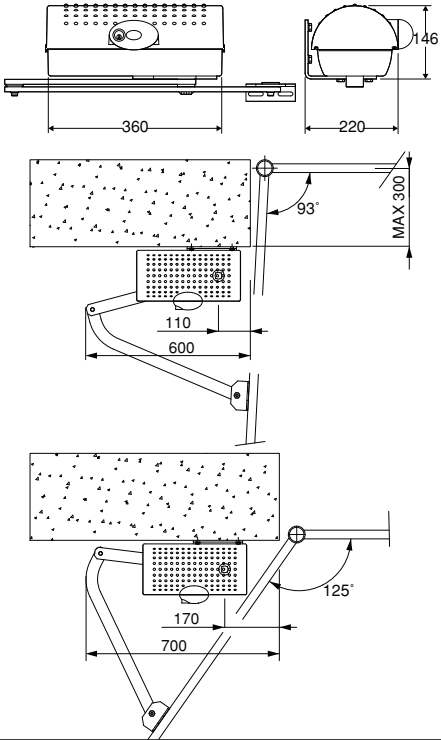
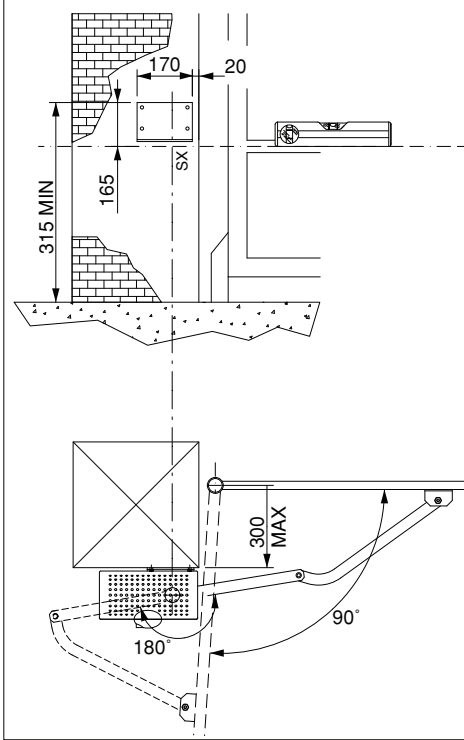
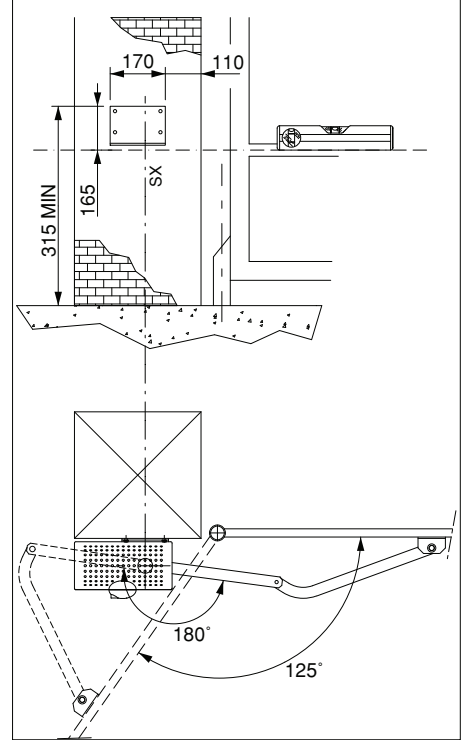

Fig. 2
Fig. 3
Fig. 4
- Que a estrutura do portão seja suficientemente robusta e rígida. A posição de fixação deve ser determinada em função da estrutura da folha. Em todo caso, o accionador deve empurrar a folha num ponto reforçado (fig.2).
5) FIXAÇÃO DA PLACA DE SUPORTE (Fig.2)
O accionador é fornecido completo de braçadeira de fixação e braço de alavancas. Uma vez identificado o ponto de reforço da folha, com o portão fechado, trace uma linha horizontal imaginária desde o centro do reforço até ao pilar (fig.2).
Posicione a braçadeira de ancoragem respeitando as medidas de fig.2 para aberturas até 90° ou, como na fig. 3 para aberturas superiores a 90° até um máx. de 125°. A superfície do pilar, onde é fixada a braçadeira, deve ser plana e paralela à folha. Utilize parafusos ou tampões de expansão adequados para o tipo de pilar. No caso em que a superfície do pilar seja irregular, adopte parafusos de expansão com prisioneiros, de maneira a poder regular a braçadeira de fixação paralela à folha (fig.4).